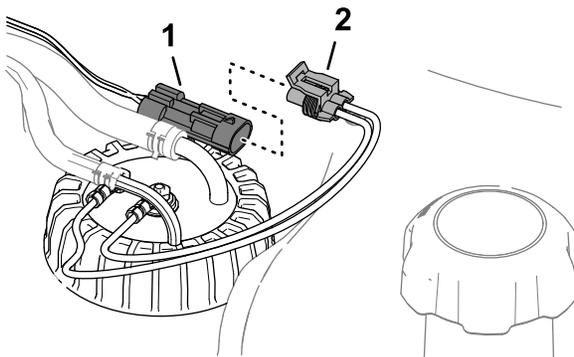

Figura 124
3. Rimuovete il connettore a 2 prese del cablaggio del trasmettitore di livello carburante dal connettore a 2 pin del cablaggio preassemblato della macchina (Figura 124).